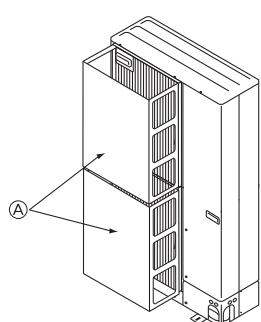
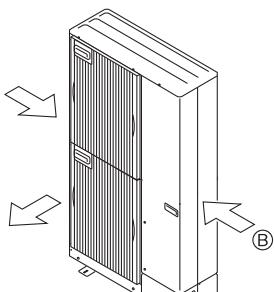

Fig. 2-4
Fig. 2-5
- ② Installer un guidage d'air optionnel si l'appareil est placé dans un endroit où les vents violents d'une tempête, par exemple, pourraient s'engouffrer directement dans la sortie d'air. (Fig. 2-4)
- ③ Guidage d'air
- ④ Placer l'appareil de sorte que la sortie d'air souffle dans la direction perpendiculaire à celle des vents saisonniers, si celle-ci est connue. (Fig. 2-5)
- ⑤ Sens du vent